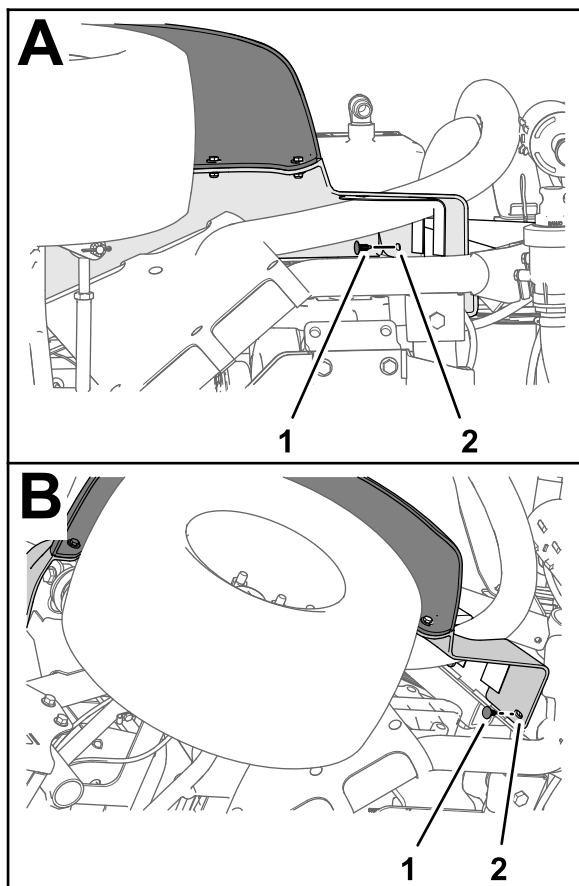

Figura 218
5. Fissate il parafrangimento al profilato del telaio con 2 dispositivi di fissaggio a spinta (Figura 218).